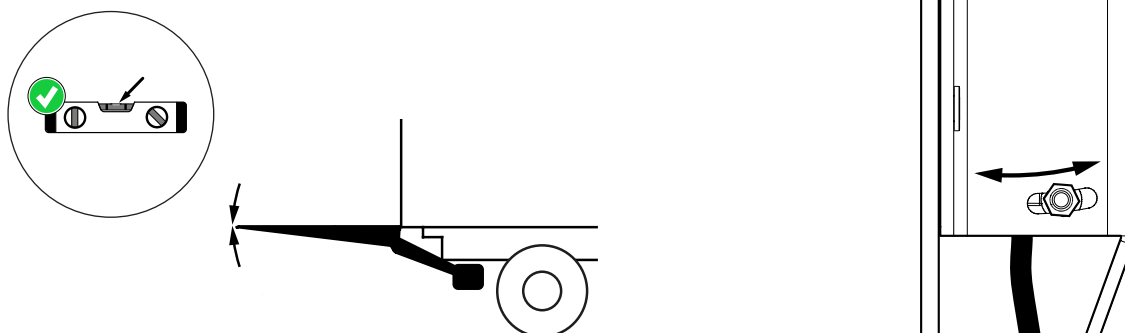

Bild 51. Justering av autotilt-vinkel
1. Lossa de två skruvarna utan att skruva bort, se Bild 51.
2. Justera vinkelgivarens läge till önskad vinkel, se Bild 51.